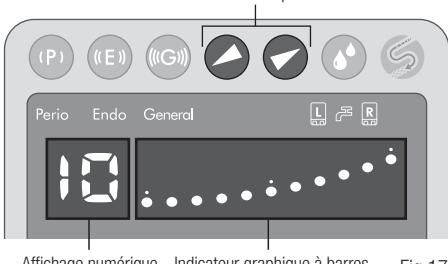

Fig.17
- 2) Réglez le niveau de puissance avec le bouton de niveau de puissance sur le panneau avant. L'indicateur de graphique à barres et l'affichage numérique indiqueront le niveau de puissance sélectionné (Fig. 17). Veillez à ce que le niveau de puissance convienne à l'insert attaché.